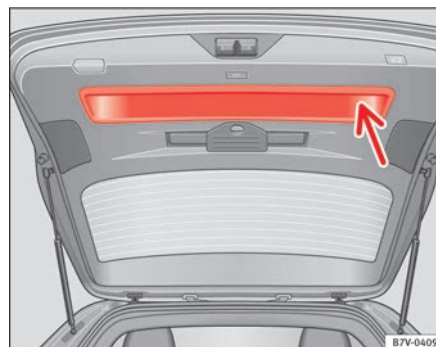

Abb. 55 Geöffnete Heckklappe: Griffmulden zum Zuziehen.
- In die Griffmulde in der Innenverkleidung der Heckklappe fassen ⇒ Abb. 55 (Pfeil).